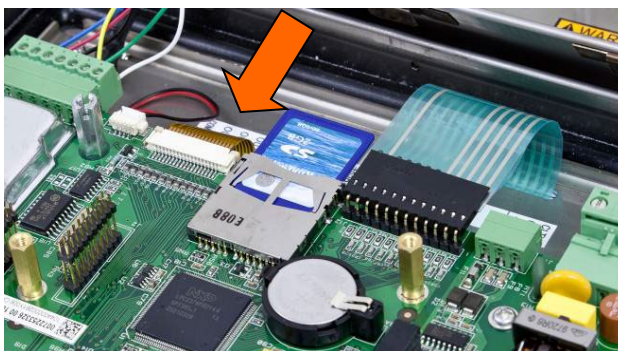

Figura 5-9: Inserimento scheda di memoria SD
1. Rimuovere l'alimentazione dal terminale e inserire la scheda di memoria SD se non già precedentemente installata. Per l'alloggiamento della scheda di memoria SD, fare riferimento alla Figura 5-9.
11. Rimuovere l'alimentazione dal terminale e inserire la scheda di memoria SD se non già precedentemente installata. Per l'alloggiamento della scheda di memoria SD, fare riferimento alla Figura 5-9.